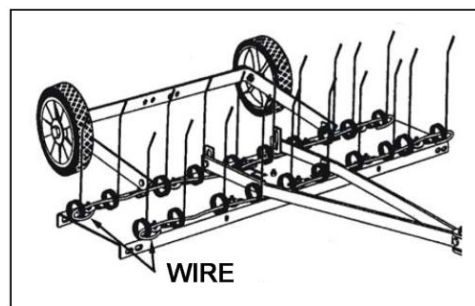

Rysunek 6
8. Zamontuj koła na osi za pomocą dwóch wkrętów szyjkowych i nakrętek zabezpieczających (M10), patrz rysunek 6. Dokręć je całkowicie.